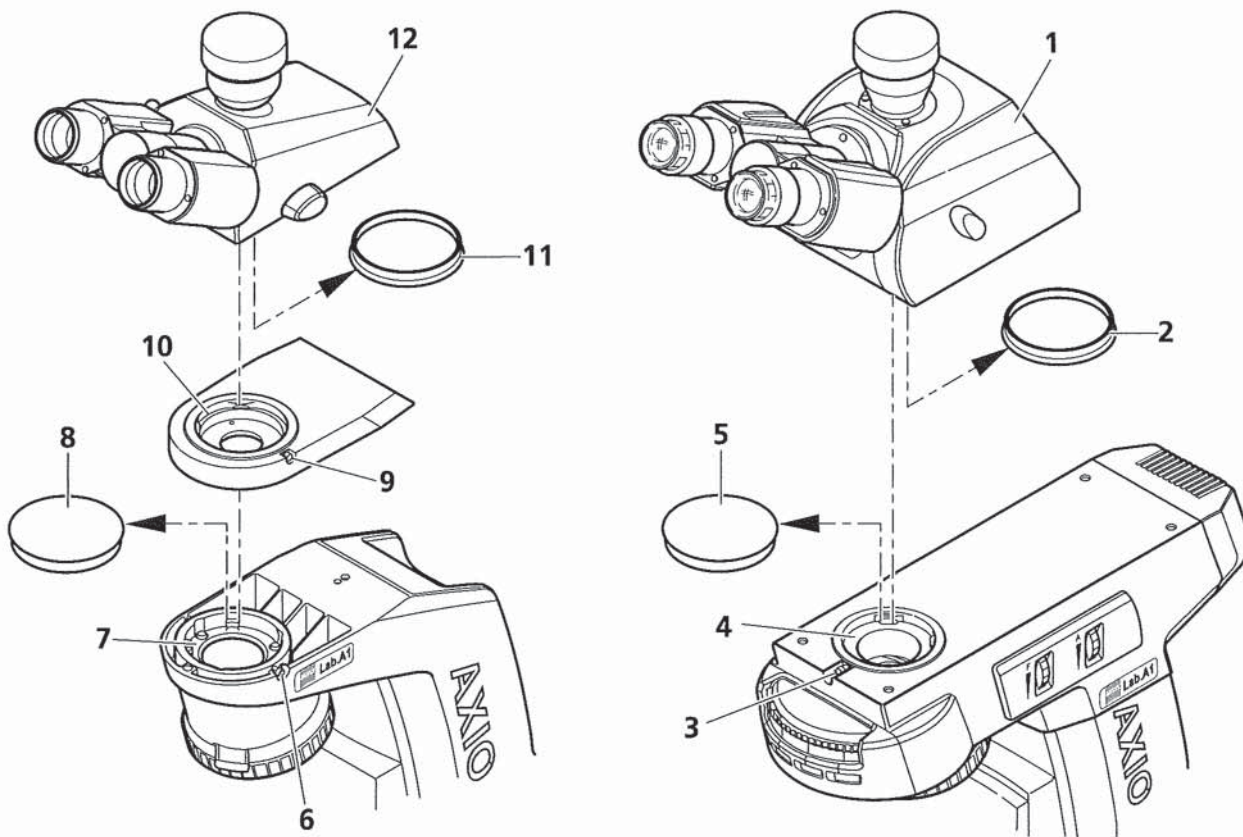

Bild 3-5 Binokularen Tubus ansetzen
- Innensechskantschraube (Bild 3-5/3) mit Inbusschraubendreher SW 3 lockern. Staubschutzkappen (Bild 3-5/2, 5) von der Tubusunterseite und der stativseitigen Ringschwalbenaufnahme abnehmen.
- Den binokularen Tubus/Fototubus (Bild 3-5/1) schräg halten, mit der Ringschwalbe in die Stativaufnahme (Bild 3-5/4) einsetzen und in waagerechter Lage andrücken. Den binokularen Tubus in die gewünschte Beobachtungsstellung drehen und die Innensechskantschraube mit Kugelkopf-Schraubendreher wieder anziehen.
- Innensechskantschraube (Bild 3-5/6) mit Inbusschraubendreher SW 3 lockern. Staubschutzkappen (Bild 3-5/8, 11) von der Tubusunterseite und der stativseitigen Ringschwalbenaufnahme abnehmen.
- Zwischenplatte (Bild 3-5/10) mit deren Ringschwalbe in die Stativaufnahme (Bild 3-5/7) einsetzen, ausrichten und Innensechskantschraube (Bild 3-5/6) festziehen.
- Den binokularen Tubus/Fototubus (Bild 3-5/12) in die Zwischenplatte einsetzen, ausrichten und die Innensechskantschraube (Bild 3-5/9) mit Kugelkopf-Schraubendreher festziehen.